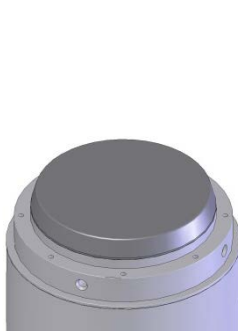

Figura 1
1. Limpe e desengordure a tampa, o suporte de cerâmica, o anel de retenção de cerâmica (C) e o disco de cerâmica (A).
2. Lubrifique ligeiramente o O-ring (D) e coloque na ranhura no topo do suporte de cerâmica.
3. Apoie o disco de cerâmica (A) centralmente no O-ring (Figura 1).
4. Coloque o anel de retenção (C) sobre o disco de cerâmica (A). Aplique uma pequena quantidade de travamento de rosca de baixa resistência (por exemplo, Loctite 222) em 8 parafusos (D).